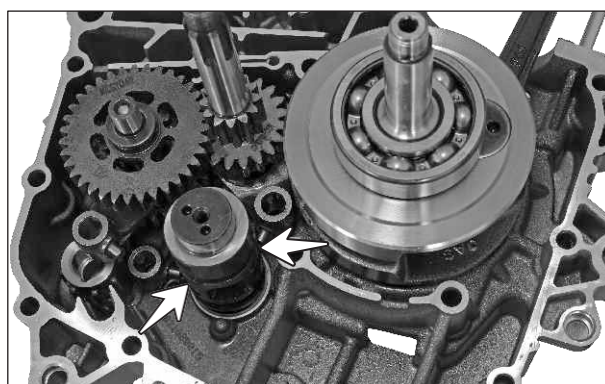

Fig. 3.161
- Monte el selector de cambios en el cárter. (Fig. 3.161) y acople las horquillas en las ranuras respectivas.